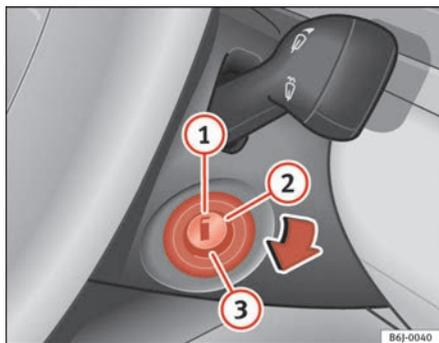

Fig. 93 Posizioni della chiave di accensione
In questa posizione ⇒ fig. 93 sia il motore che il quadro sono spenti e si può inserire il bloccasterzo.
- Girare la chiave fino alla posizione ⇒ pag. 139, fig. 93 ①. La spia  si accenderà nel caso di preincandescenza del motore.
- Quando la spia si spegne, mettere in moto girando la chiave nella posizione ②, senza dare gas.
- Girare la chiave fino alla posizione ⇒ pag. 139, fig. 93 .